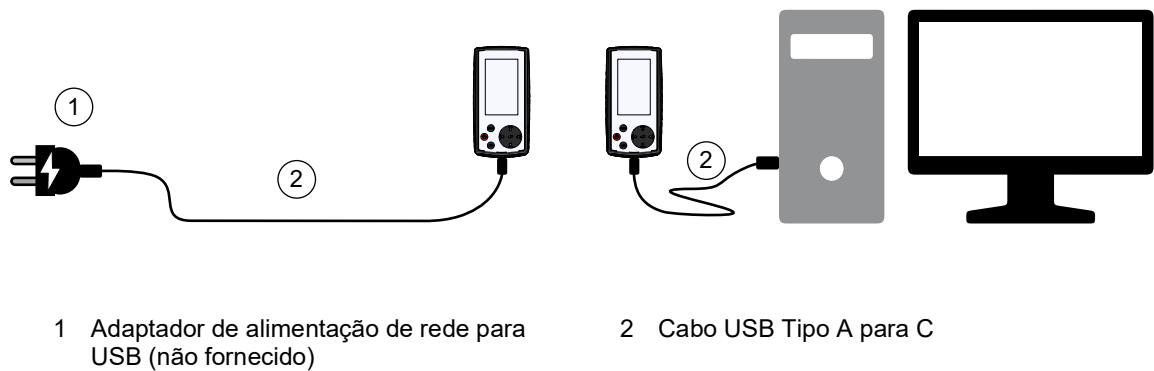

Figura 1-5: Alimentação e conexão USB
1. Use o cabo USB fornecido com o calibrador. Conecte seu plugue USB C menor à conexão USB na parte inferior do calibrador. Ver Figura 1-5 na página 6.